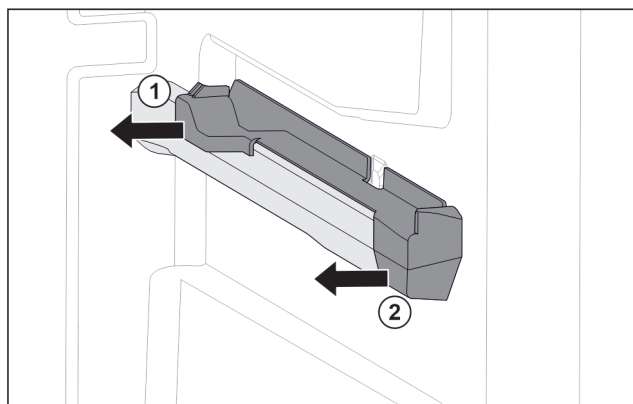

Fig. 120 Élément emboîtable sur la nervure de récipient droite
- Le retirer sur le côté par l'arrière. Fig. 120 (1)
- Le retirer sur le côté par l'avant. Fig. 120 (2)